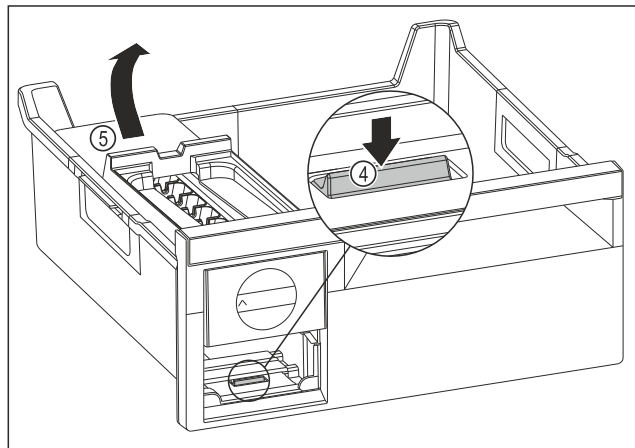

Fig. 87
- ▶ Изваждане на корпуса на EasyTwist-Ice: Натиснете езичето Fig. 87 (4) с пръст надолу и едновременно с това с другата ръка повдигнете корпуса на EasyTwist-Ice Fig. 87 (5) отзад.